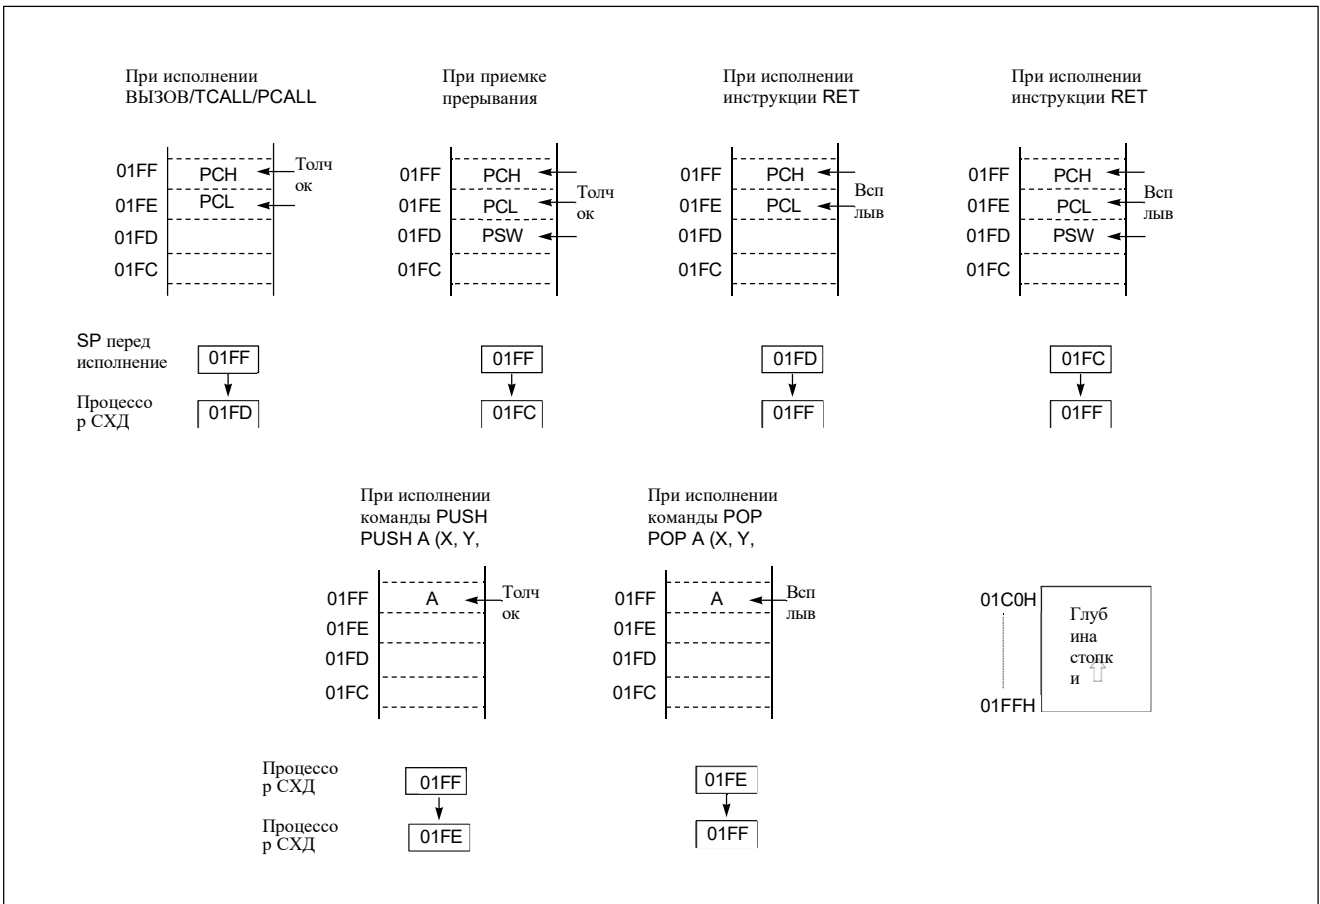

Рис. 8-4 Работа стека
Местоположения сохранения/восстановления в стеке определяются указателем стека (SP). Процессор СХД автоматически уменьшается после сохранения и увеличивается перед восстановлением. Это означает, что значение SP указывает номер местоположения стека для следующего сохранения. См. рис. 8-4 на стр. 26.